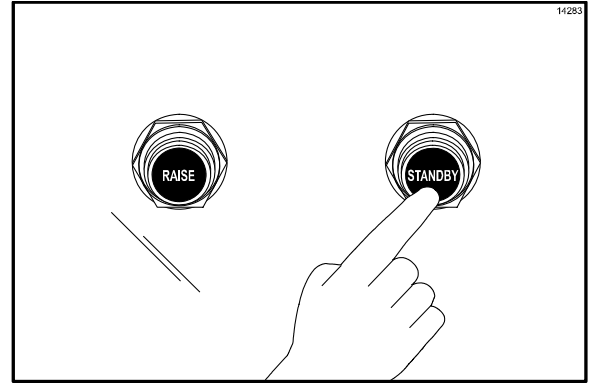

Abbildung 53
20. Die mittlere obere Grillplatte durch Drücken des schwarzen Knopfes STANDBY absenken. (Siehe Abbildung 53.)